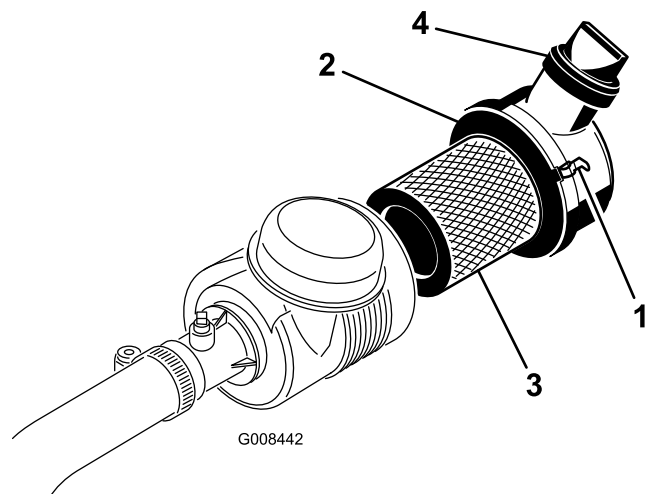

Figura 30
1. Rilasciate i dispositivi di fermo che fissano il coperchio del filtro dell'aria al corpo del filtro (Figura 30).
7. Accertate che i fermi fissino il coperchio del corpo (Figura 30).